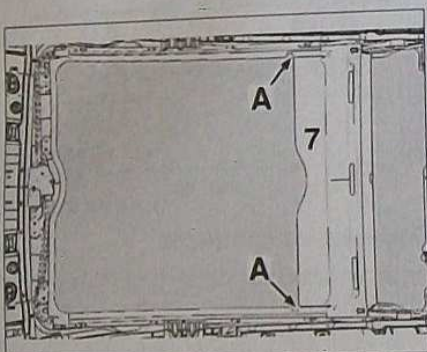

FIG. 69
pour que le volet (7) se positionne en A (Fig.69).